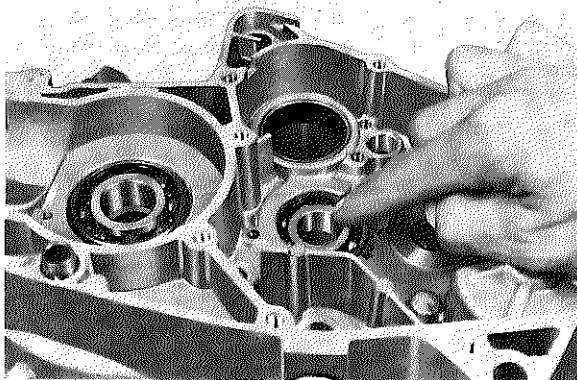

Fig. 3-3-35
- After cleaning and lubricating bearings, rotate inner race with a finger. If rough spots are noticed, replace the bearing. (Fig. 3-3-35)
- Après avoir nettoyé et graissé les roulements, faire tourner leur bague intérieure avec un doigt. Remplacer le roulement si on sent un frottement (Fig. 3-3-35).
- Lager reinigen und schmieren, danach inneren Laufring mit dem Finger drehen. Falls Fehler festgestellt werden, Lager ersetzen. (Fig. 3-3-35)